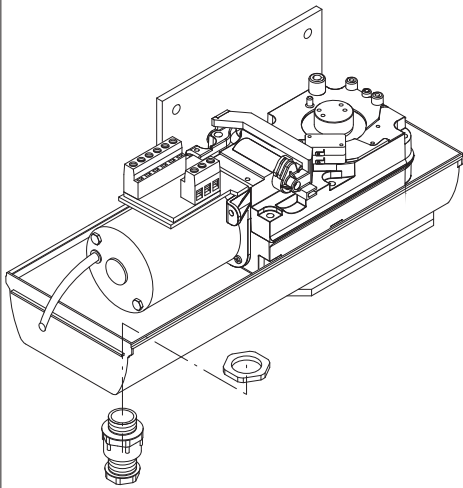

Fig. 12
- Com o portão completamente fechado ou aberto, girar a came correspondente, até sentir o disparo do microinterruptor de final de curso interessado e bloqueá-la nessa posição fixando os relativos parafusos tal como indicado na Fig.12.